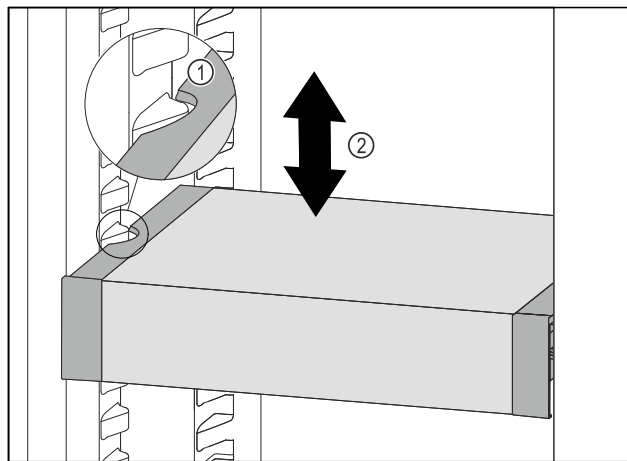

Fig. 131
- VarioSafe naar voren trekken tot de uitsparingen aan de zijkant van de VarioSafe zich ter hoogte van de rib in het koelgedeelte bevinden. Fig. 131 (1)
- VarioSafe in het koelgedeelte omhoog of omlaag bewegen tot de gewenste hoogte is bereikt. Fig. 131 (2)